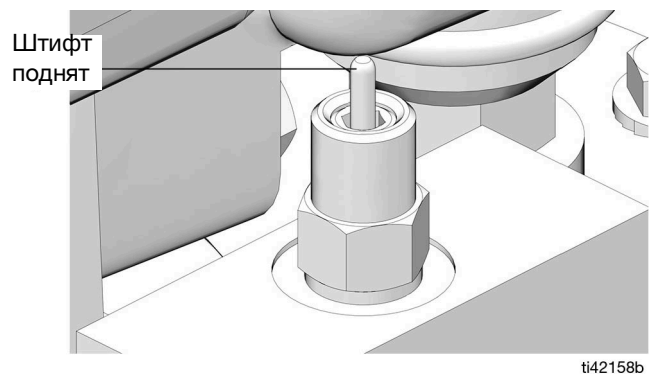

Рис. 6
4. Снимите пылезащитную крышку (V) с заправочного штуцера (M).
5. Используя питающий шланг (J), соедините насос удаленной заправочной станции (Н) с отверстием заправочного штуцера (M), обозначенным символом «1».
7. Когда резервуар (E) заполнен:
- штифт устройства защиты от переполнения поднимается, как показано на Рис. 6
Удостоверьтесь, что штифт клапана защиты от переполнения находится в нижнем положении. См. Рис. 6, стр. 7.